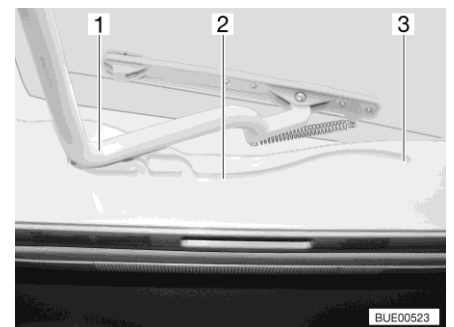

Fig. 29 Guida (oblò inclinabile)
- Tirare la staffa (Fig. 29,1) nelle guide (Fig. 29,2) fino alla posizione più all'indietro (Fig. 29,3).
- Spingere la staffa (Fig. 29,1) leggermente verso l'alto con ambedue le mani.
- Tirare la staffa nelle guide (Fig. 29,2) fino alla posizione desiderata.